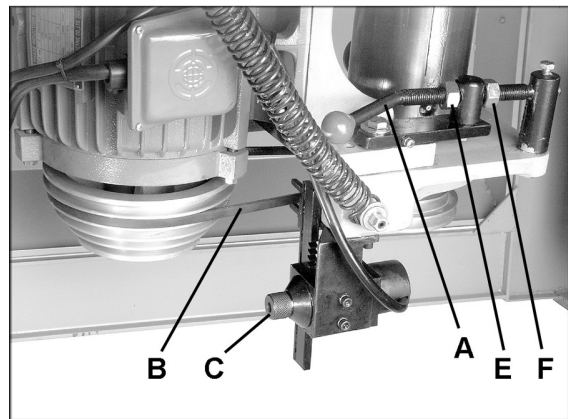

Рисунок 20
переместите рычаг натяжения ремня (А, рис. 20) вправо, чтобы ослабить натяжение.
3. Переместите ремень (В, рис. 20) в нужное положение на шкивах, и в то же время поверните ручку (С, рис. 20) на индикаторе скорости так, чтобы ремень остался на месте в вырезе механизма смены скорости.
4. Когда ремень установлен нужным образом, передвиньте рычаг натяжения (А, рис. 20) влево.
ПРИМЕЧАНИЕ: Во время первого после настройки скорости использования, ремень будет просаживаться и произойдет небольшое снижение натяжения. Для улучшения натяжения поверните две гайки (Е и F – рис. 20).